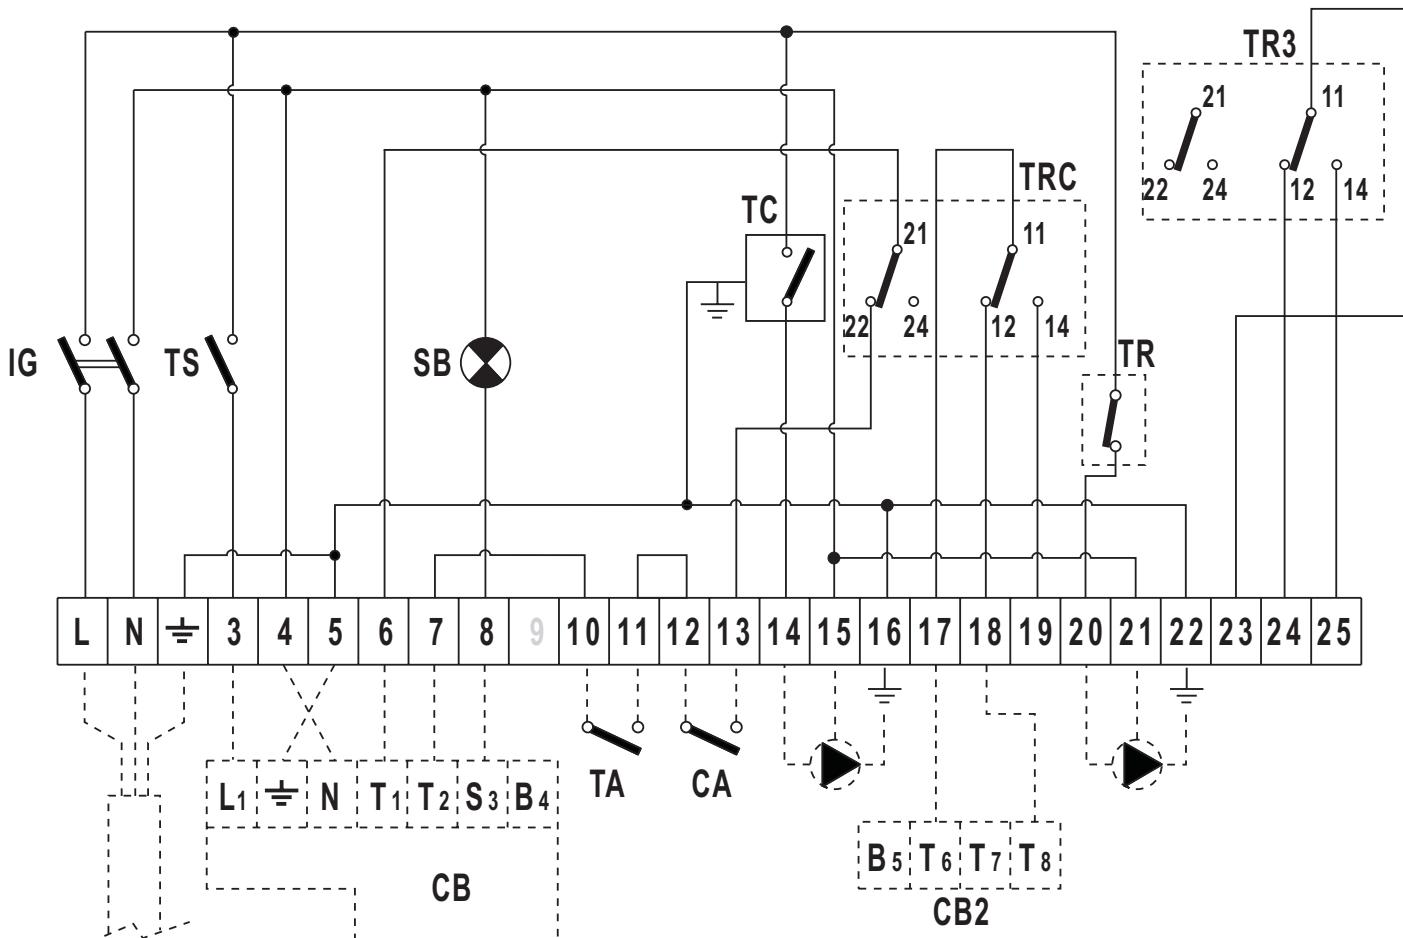

fig. 4 - Schema elettrico del pannello di controllo 0QC077XA
Schema della morsettiera dei collegamenti elettrici (fig. 4)
- 0QC077XA** – 3-stage thermostatic control panel with recirculation (fig. 4)